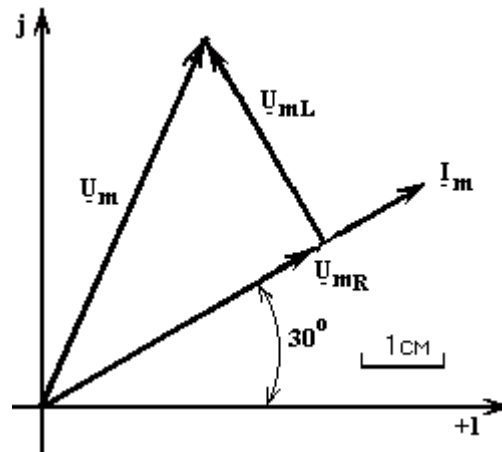

Рисунок 2.10
8. Строим векторную диаграмму токов и напряжений (рисунок 2.10).